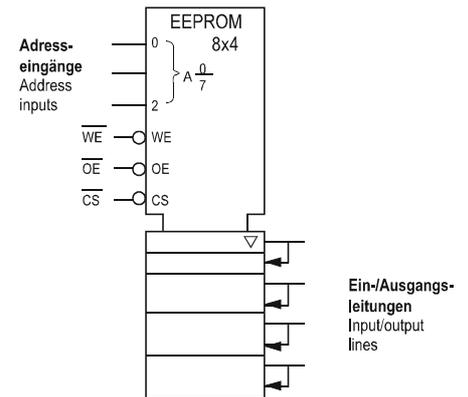

Abb. 31 – Fig. 31
EEPROM-Nachbildung (S-RAM) mit 8 Adressen (0 ... 7) und 4 Bit Datenbreite (Abb. 31). Die Funktion ist die gleiche wie beim RAM (siehe Punkt 40).
(41) EEPROM 8 x 4
EEPROM simulation (S-RAM) with 8 addresses (0 ... 7) and 4 bits data width (fig. 31). The function is the same as of the RAM (see item 40).